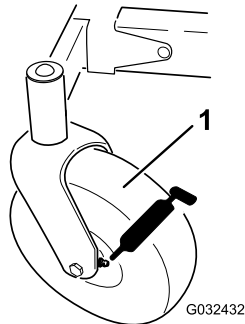
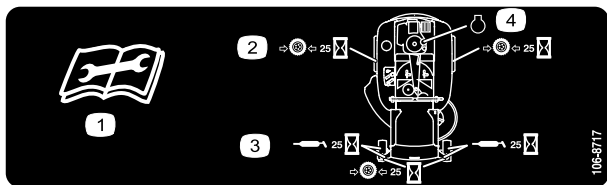

Figure 39
Figure 40
3. Nettoyez les graisseurs (Figure 39 et Figure 40) à l'aide d'un chiffon.
4. Raccordez une pompe à graisse à chaque graisseur (Figure 39 et Figure 40).